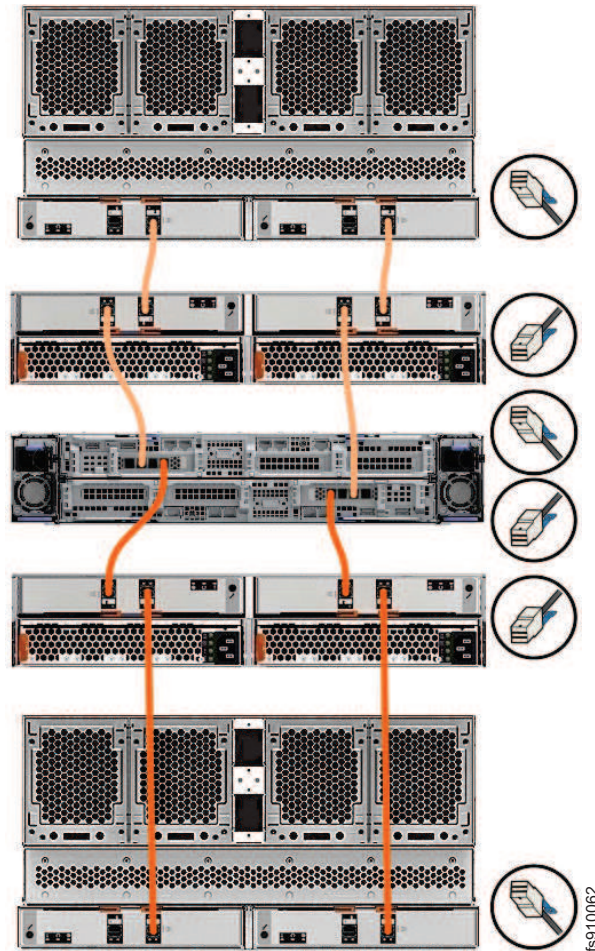

図 22. SAS ケーブルの接続
2. 27 ページの図 22 に示されているように、提供された SAS ケーブルを使用して、コントロール・エンクロージャーをラック位置 1 の拡張エンクロージャーに接続します。
4. 2 番目の拡張エンクロージャー・チェーンをコントロール・エンクロージャーに追加するには、提供された SAS ケーブルを使用して、コントロール・エンクロージャーをラック位置 2 の拡張エンクロージャーに接続します。例については、図 22 を参照してください。
6. 追加の拡張エンクロージャーを取り付ける場合は、各拡張エンクロージャーを、チェーン内の前の拡張エンクロージャーに接続します。これには、27 ページの図 22 に示されているように、2 本の Mini SAS HD 間ケーブルを使用します。